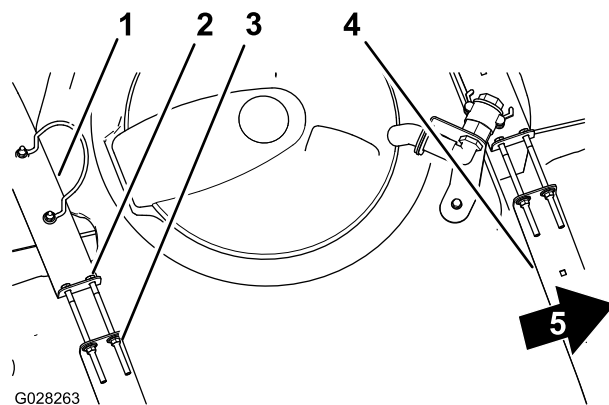

Figura 20
- Verificai dacă există vreo micare între benzile de fixare a rezervorului i rezervor (Figura 20).
- Dacă benzile de fixare a rezervorului se potrivesc liber pe rezervor, strângeți contrapiuliile cu guler i uruburile de la partea superioară a benzilor de fixare până când acestea sunt la același nivel cu suprafața rezervorului (Figura 20).